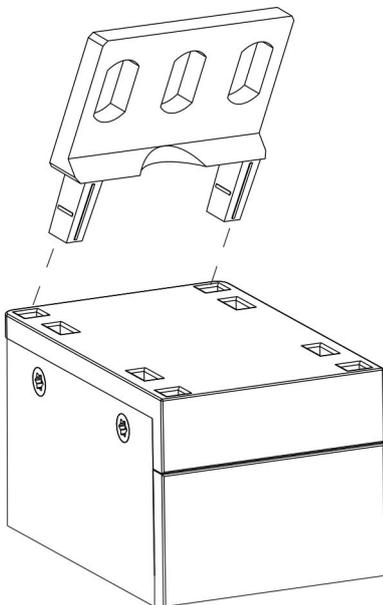

Fig. 17 : Montage d'une équerre enfichable
1. ➤ Enfoncer les équerres enfichables des deux côtés dans leurs logements arrière (Fig. 17).